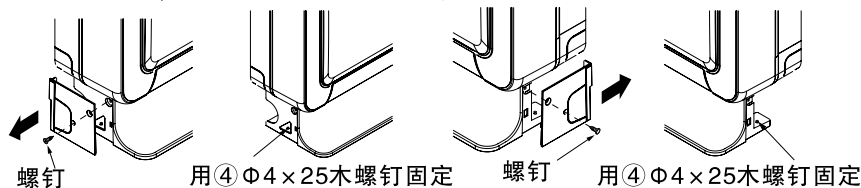

图18
拆下底座左、右边盖板，将室内机的底座（左右2处）用④Φ4×25木螺钉固定在地板上。固定完毕后，再将底座左、右边盖安装到机器上。（如图18）